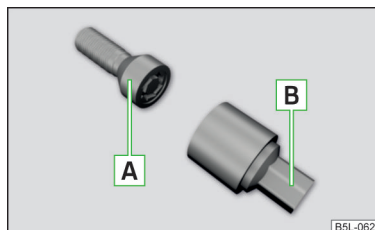

Fig. 262
Șuruburile de roată antifurt protejează roțile împotriva unui furt. Acestea pot fi **slăbite/strânse** exclusiv cu adaptorul  » **fig. 262**.
- ▶ Introduceți cheia de roți pe șurub până la capăt. Pentru șuruburile de roată antifurt folosiți adaptorul corespunzător » **fig. 262 la pagina 228.**